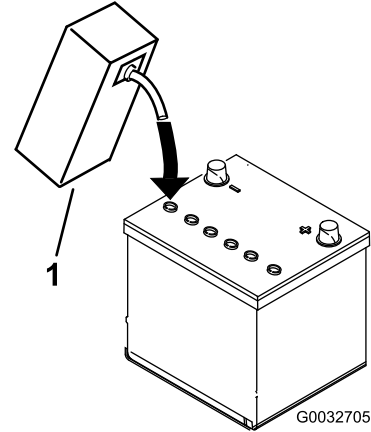

Figure 8
3. Versez de l'électrolyte avec précaution dans chaque élément jusqu'à ce que les plaques soient recouvertes par environ 6 mm (1/4 po) de liquide (Figure 8).
4. Attendez environ 20 à 30 minutes que les plaques aient le temps de s'imprégner d'électrolyte. Faites l'appoint au besoin pour faire monter le niveau de liquide à environ 6 mm (1/4 po) en dessous du creux de remplissage (Figure 8).